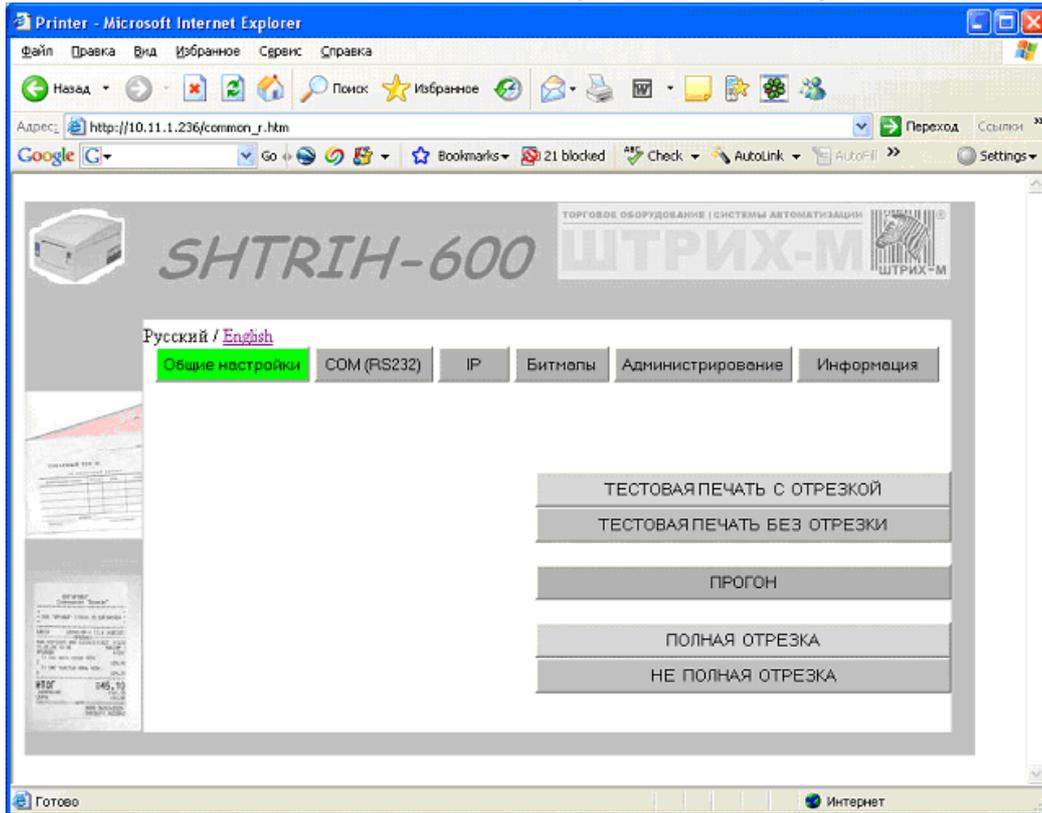

Рис. 9. Меню "Общие настройки"
- выполните тестовую печать (см. Рис. 9).